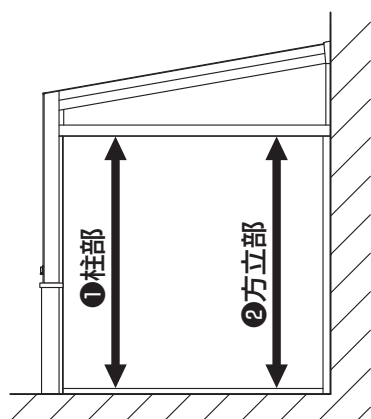

図4-4
- ②図4-4にしたがって①・②を計測し、各部の測定値が表4-1の範囲内であることを確認してください。